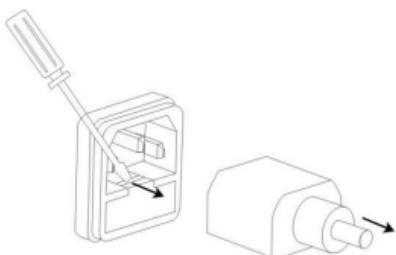

图 1
- (1) 拿走电源线，然后用小螺丝刀取走保险丝盒。如图 1：